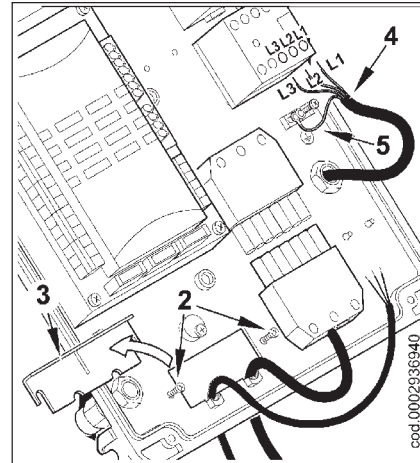

Рис. 2
- Отвинтить винты (2) и, после снятия плиты для крепления кабелей (3), продеть через отверстие 7-штырьковый разъем и кабель управления модуляцией (рис. 2). Соединить кабели питания (4) с дистанционным выключателем, закрепить кабель заземления (5) и зажать соответствующую кабельную муфту.